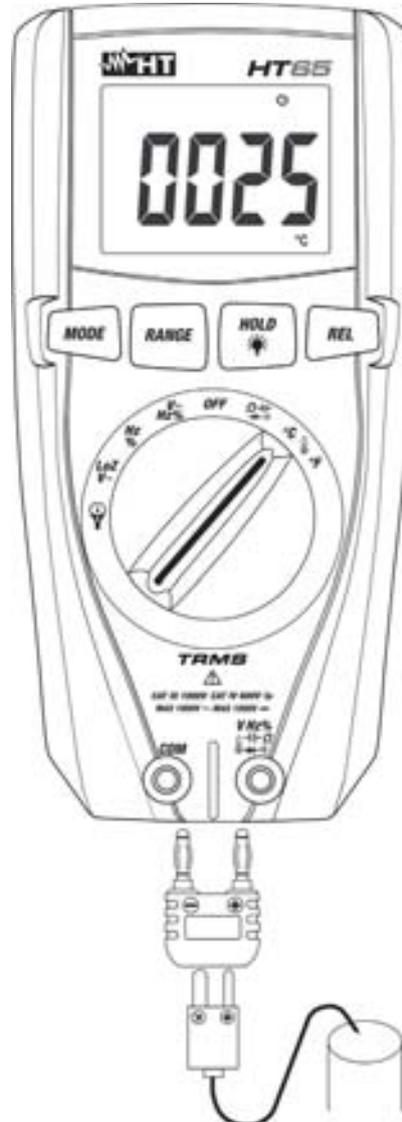

Fig. 9: Uso dello strumento per misura di Temperatura
2. Inserire l'adattatore in dotazione nei terminali di ingresso  $\text{V}\Omega\text{Hz}$  (polarità +) e **COM** (polarità -) (vedere Fig. 9)